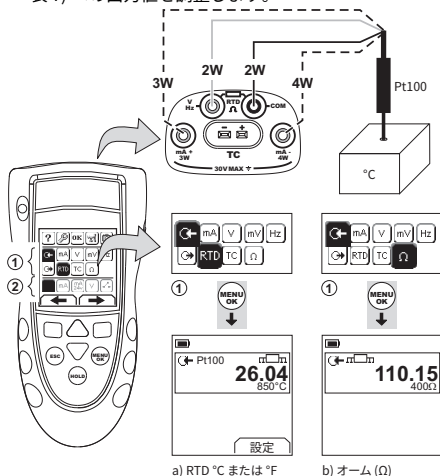
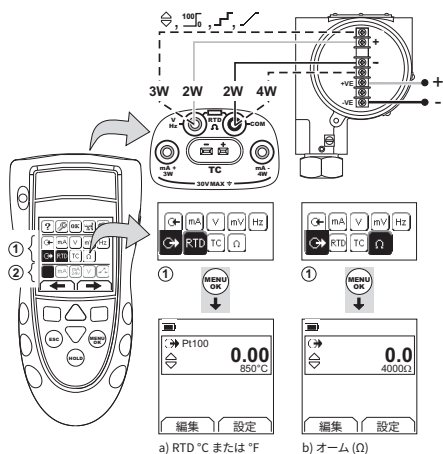

図 7: 構成例 - 温度または抵抗の測定
図 8: 構成例 - 温度または抵抗のシミュレート
1. 本計器を接続し (図 7 & 図 8)、必要に応じてセットアップ (表 1) を調整します。